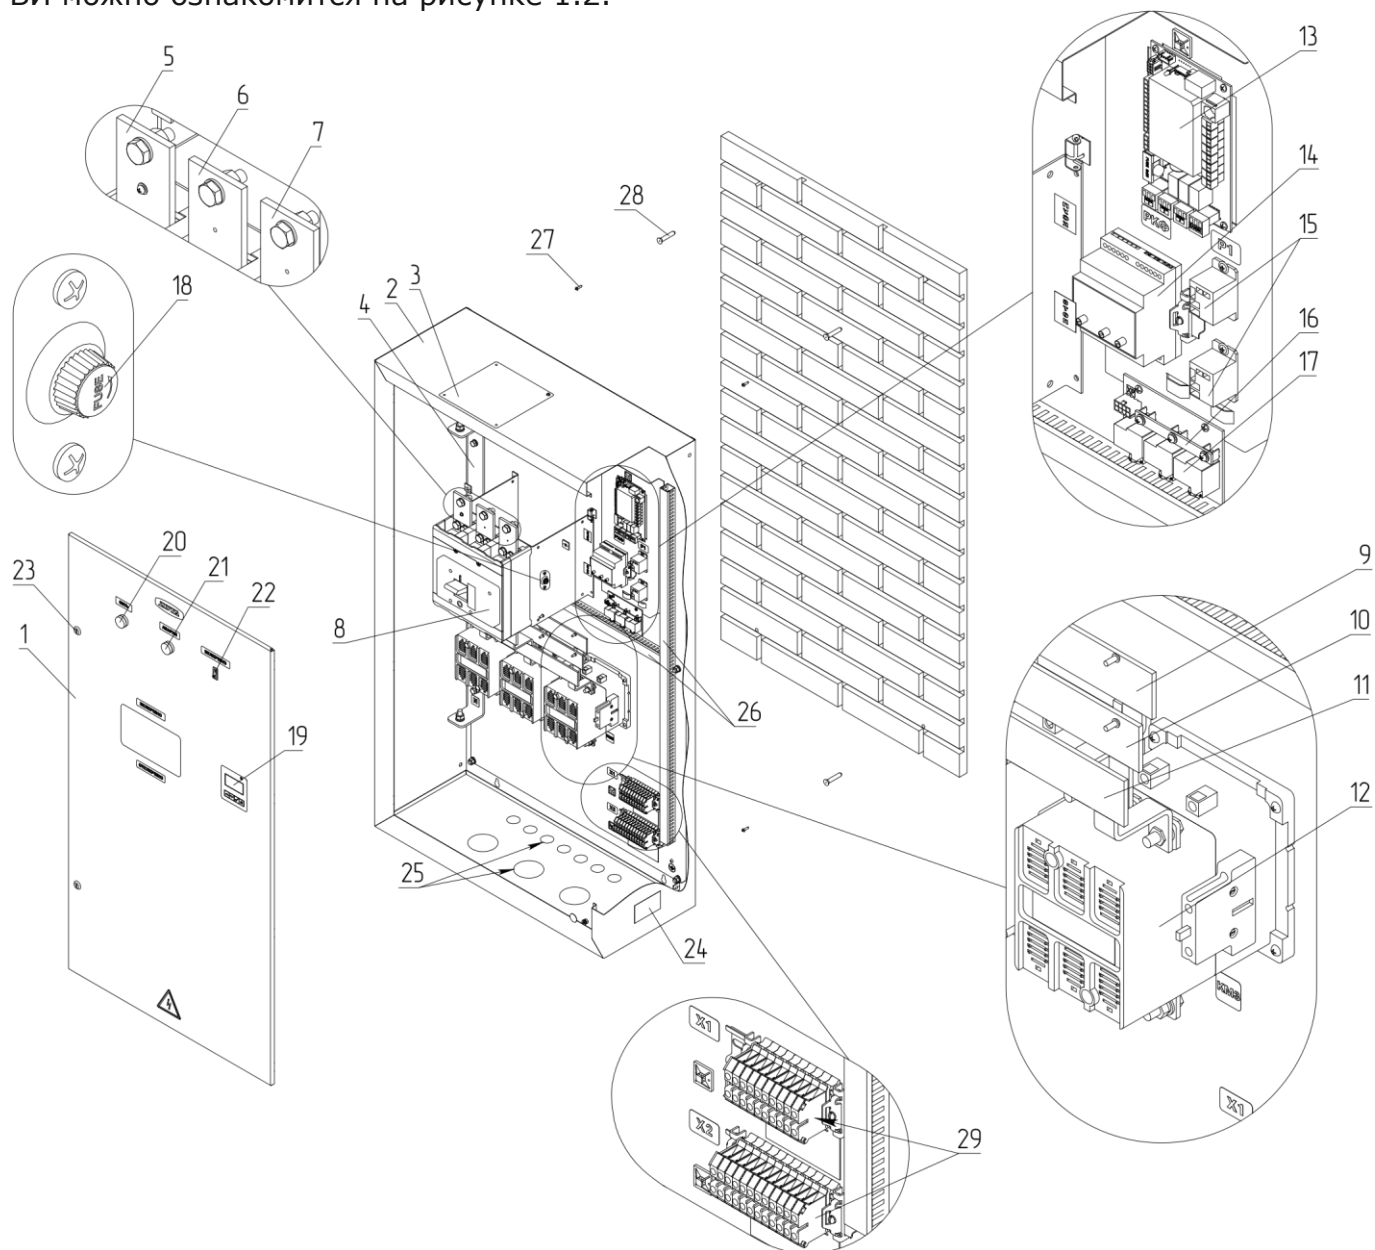
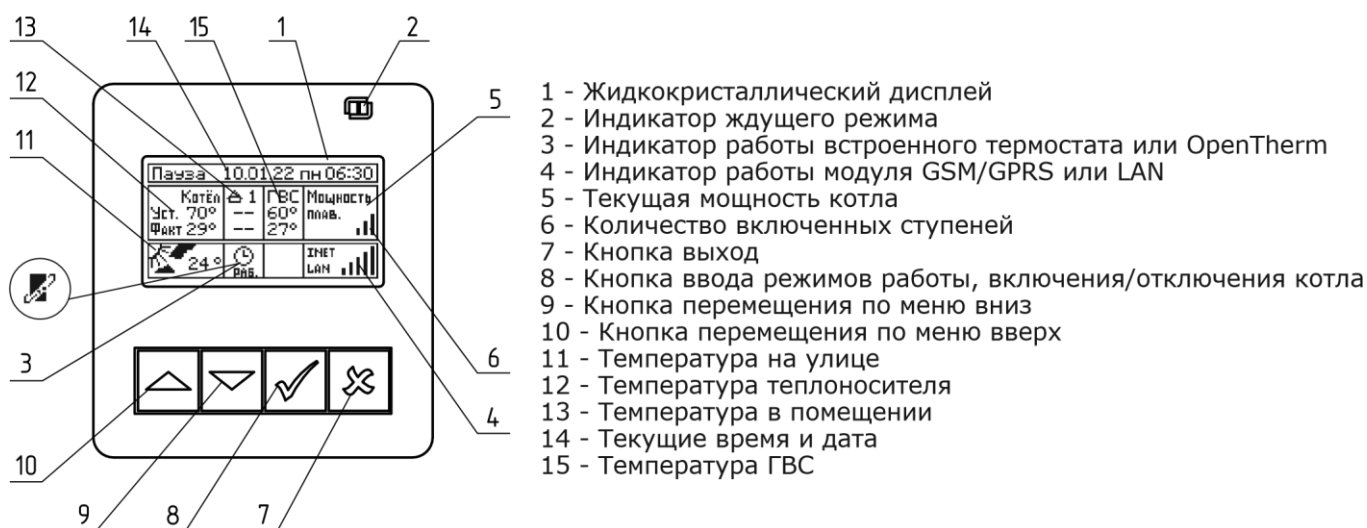

Рис.1 Конструкция панели управления
Рис.1.2. Расположение органов управления и индикации на передней панели
5.1. Панель состоит из металлического корпуса (поз.2 Рис.1) настенного исполнения с дверцей (поз.1 Рис.1), которая закрывается на замок (поз.23 Рис.1).
Панель управления крепится к стене при помощи пластиковых дюбелей (поз.28 Рис.1) и шурупов (поз.27 Рис.1).
В верхней части панели управления расположена заглушка отверстия для вывода кабеля питания (поз.23 Рис.1), в нижней части панели управления расположены отверстия для отходящих кабелей на ТЭНы, датчики и дополнительное оборудование (поз.25 Рис.1). Внешний вид панелей управления приведен на Рис.1.
5.2. Панель включается в сеть клавишей «ВКЛЮЧЕНО» (поз.22 Рис.1). При включении панели загорается индикаторная лампа «СЕТЬ» (поз.20 Рис.1), показывающая, что напряжение на электрическую схему подано.
5.2.1. На металлическом основании установлен автоматический выключатель с расцепителем (поз.8 Рис.1), который отключает силовые питающие фазы (поз.5; 6; 7 Рис.1) при возникновении аварийных ситуаций. При возникновении аварийной ситуации либо ошибки загорается индикаторная лампа «Авария/Ошибка» (поз.21 Рис.1). Так же на металлическом основании установлен предохранитель платы управления (поз.18 Рис.1).
5.2.2. Управление работой электроводонагревателя производится от блока индикации (БИ) (поз.19 Рис.1), выполняющего функции автоматического поддержания температуры теплоносителя в системе отопления, защиты от перегрева теплоносителя а также сигнализации режимов работы электроводонагревателя. С подробным описание БИ можно ознакомиться на рисунке 1.2.
5.3. В корпусе панели в верхней части расположена плата управления пультом (поз.13 Рис.1), реле контроля фаз (РКФ) (поз.14 Рис.1), промежуточные реле (поз.15 Рис.1), шина нулевого проводника силового блока (поз.16 Рис.1) и блоки силовые для старта силовых пускателей (поз.17 Рис.1).
5.4. Под металлическим основанием расположены пускатели магнитные (поз.12 Рис.1), которые рассчитаны на мощности от 60 до 300 кВт (На мощность 400 кВт. Вместо пускателей магнитных установлены вакуумные контакторы).
Над магнитными пускателями (поз.12 Рис.1) расположены токоподводящие шины пульта управления фаз А, В, С (поз.9; 10; 11 Рис.1) (На мощности от 60 до 100 кВт. Вместо токопроводящих шин используется подводящий кабель).
5.5. В нижней части корпуса расположены клеммы для подключения датчиков и дополнительного оборудования (поз.29 Рис.1). С клеммой для подключения датчиков и дополнительного оборудования более подробно можно ознакомиться на рисунке 1.1.
5.6. В боковой части пульта управления расположена шина нулевого проводника (поз.4 Рис.1).
5.7. Для удобства прокладки проводов в пульте управления предусмотрены кабельные каналы (поз.26 Рис.1).
- Открыть дверь пульта управления (поз.1 Рис.1), предварительно открыв замок (поз.23 Рис.1) с помощью ключей, входящих в комплект;
- Ввести кабели питания и управления в отверстия под заглушкой (поз.4 Рис.1), закрепить их и подсоединить к зажимам внутри щита;
6.6. Закрыть дверь пульта управления (поз.1 Рис.1) и замкнуть замок (поз.23 Рис.1).
7.1. Для подготовки первого включения панели управления после монтажа необходимо включить автоматический выключатель (поз.8 Рис.1). Перевести выключатель (поз.22 Рис.1) в положение ВКЛ. После этого на блок управления подается питающее напряжение, блок индикации переходит в ждущий режим и загорается индикатор (поз.2 Рис.1.2).
7.2. Для включения котла удерживать кнопку «ВВОД» на передней панели блока индикации в течении трех секунд, после этого гаснет индикатор (поз.2 Рис.1.2) и котел переходит в рабочий режим.
7.3.2. Во время отображения основного экрана нажатием кнопок «ВНИЗ» и «ВВЕРХ» (поз.10; 9 Рис.1.2) можно переключиться на дополнительные экраны: «Насосы», «Датчики», «Информация».
- Зажатая на 2 сек. кнопка «Вверх» (поз.10 Рис.1.2) - переход в меню настройки температуры в помещении.
- Зажатая на 2 сек. кнопка «Вниз» (поз.9 Рис.1.2) - переход в меню настройки температуры ГВС.
- Зажатая на 2 сек. кнопка «Ввод»/«Галочка» (поз.8 Рис.1.2) - переход в меню настройки температуры теплоносителя котла.
- Зажатая на 2 сек. кнопка «Отмена»/«Крестик» (поз.7 Рис.1.2) - переход в меню настройки мощности котла.
Для настройки режимов работы котла или изменения текущих настроек необходимо перейти в главное меню управления нажав кнопку «ВВОД» (поз.8 Рис.1.2). После этого появляется экран главного меню.
Для перехода по пунктам меню необходимо нажать «ВНИЗ» и «ВВЕРХ», для выбора пункта меню нажать кнопку «ВВОД». (поз.10; 9; 8 Рис.1.2).